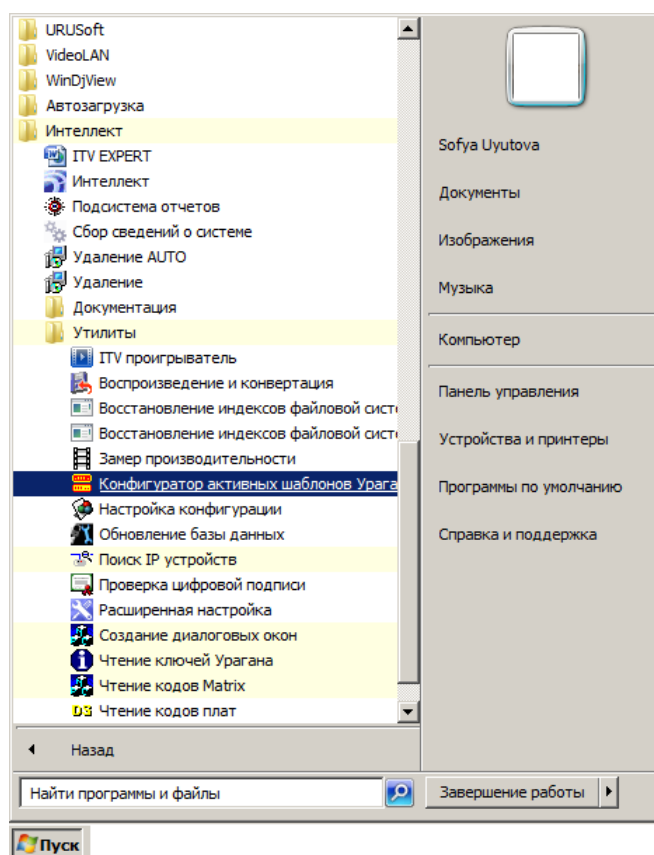

Рис. 13.3—1 Запуск утилиты PatCfgr.exe
1. Из меню «Пуск». Утилита PatCfgr.exe доступна из меню «Пуск» => «Интеллект» => «Утилиты» => «Конфигуратор активных шаблонов Ураган» (Рис. 13.3—1).